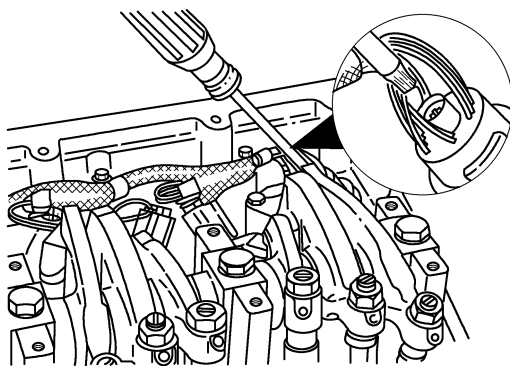

图 5-101 断开 15 针插头，将执行器内、外线束分开
⑰ 断开 15 针插头，将执行器内部和外部线束分开，如图 5-101 所示。